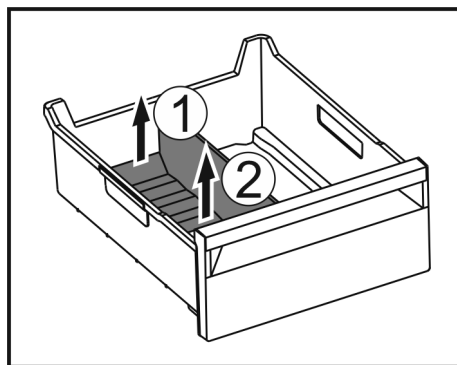

Fig. 249
- ▶ Hinteren Teil des Eisfach-Trenners anheben. Fig. 249 (1)
- ▶ Eisfach-Trenner nach oben entnehmen. Fig. 249 (2)